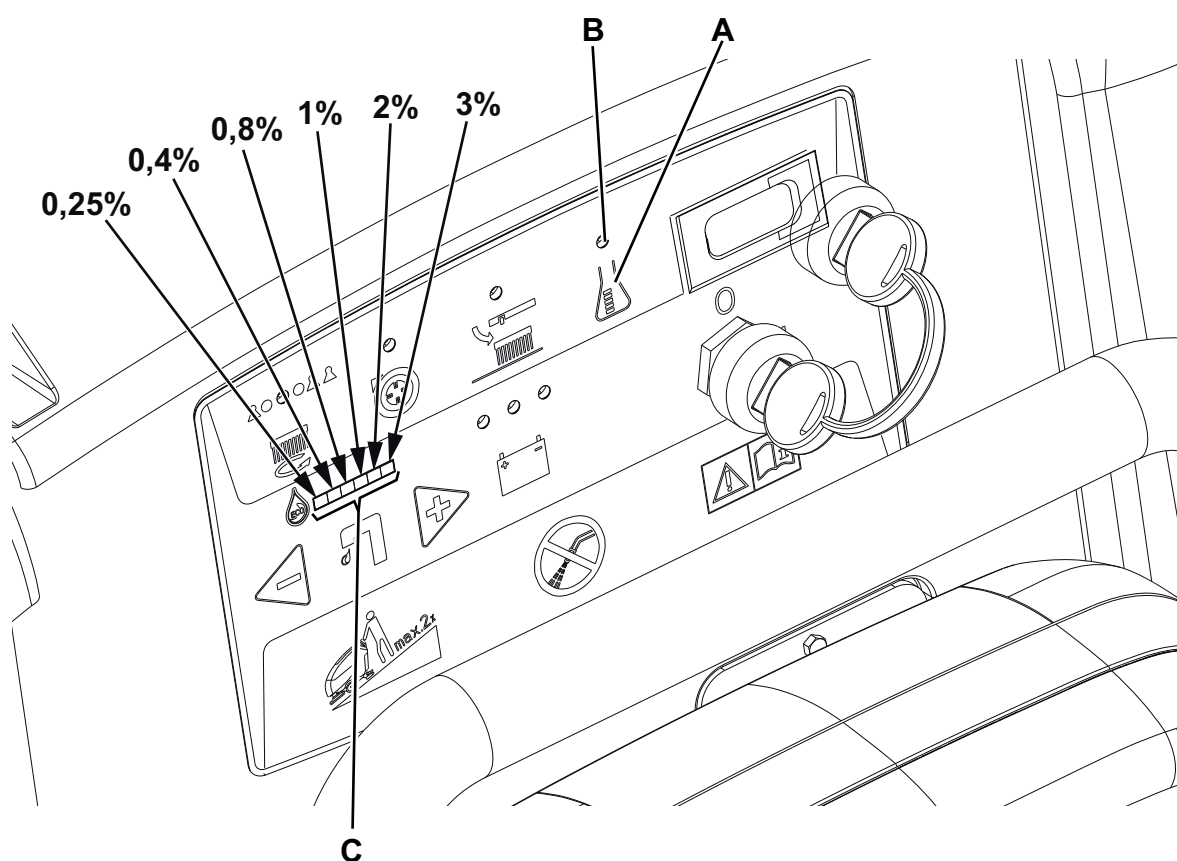

Figure 4
1. Appuyer et désactiver l'interrupteur du détergent (A, Fig. 4) [le témoin lumineux (B) doit être éteint].
2. Appuyer sur l'interrupteur du détergent (A). Dans les 3 premières secondes après l'activation du bouton-poussoir, la barre (C) s'allume pour indiquer le pourcentage, comme illustré dans la figure.
3. Appuyer et désactiver l'interrupteur du détergent (A, Fig. 4) [le témoin lumineux (B) doit être éteint].
4. Appuyer sur l'interrupteur du détergent (A) et le maintenir enfoncé jusqu'au clignotement du témoin (B) (après 5 secondes environ).
5. Relâcher et appuyer à nouveau rapidement sur l'interrupteur du détergent (A) pour passer au pourcentage successif indiqué par la barre (C) ; répéter la procédure jusqu'à atteindre le pourcentage voulu.
6. Attendre jusqu'à ce que le témoin lumineux (B) arrête de clignoter et que la barre (C) indique à nouveau le flux de l'eau de lavage : le nouveau pourcentage est configuré.